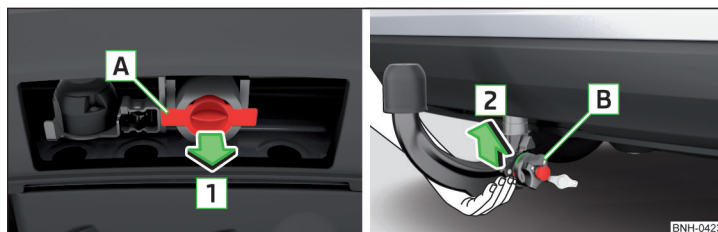

Fig. 224 Extraer la caperuza protectora de la cavidad de alojamiento / colocar la barra de cabeza esférica
- Para la **preparación de la instalación**, retirar la tapa para la cavidad de alojamiento [A] en el sentido de la flecha [1] » fig. 224.
- Para la **instalación**, agarrar la barra de cabeza esférica **desde abajo** » fig. 224.
Después de la desinstalación de la barra de cabeza esférica colocar la caperuza protectora de la cavidad de alojamiento **A** contra el sentido de la flecha **1** » fig. 224 de la pág. 202.